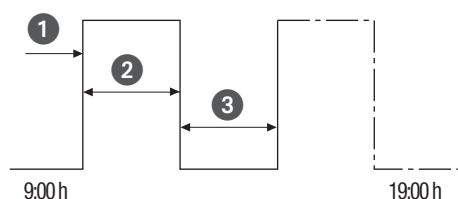

Fig. 33: Commutation de cycle
- (Fig. 33/①) heure de démarrage
- (Fig. 33/②) durée MARCHÉ = commutation MARCHÉ
- (Fig. 33/③) durée ARRÊT = commutation ARRÊT